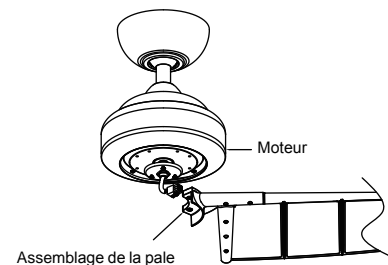

Fig. 16
Étape 2. Fixez un bras de pale assemblé au moyeu du moteur en serrant les deux vis du moteur "préinstallées" dans le bras de pale. Répétez les étapes pour les autres bras de pale assemblés. (Fig. 16)